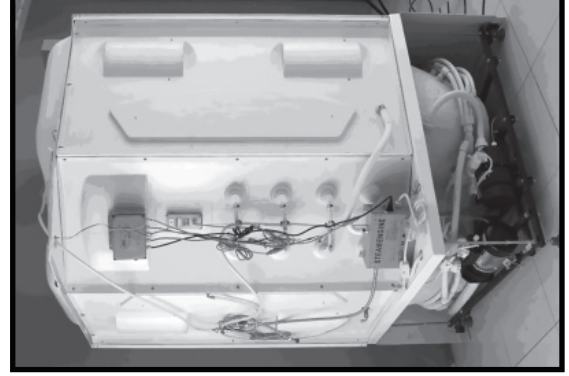

Рис.6
11. осуществите подключение парогенератора к паровой форсунке, впуску / выпуску воды (рис.6):